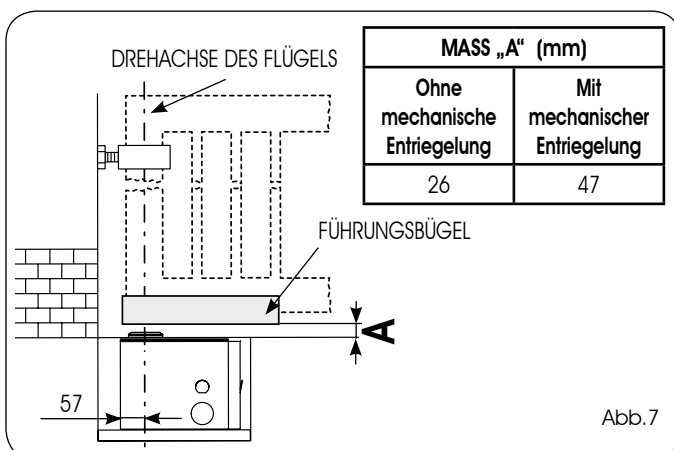

Abb.7
- 2) Länge der einzelnen Flügel höchstens 2 m (CBAC) bzw. 4 m (SB)
- 5) Mindestabstand „A“ zwischen Unterkante des Tors und Fußboden laut Abb. 7.
**ZUR GEWÄHRLEISTUNG EINER SACHGEMÄSSEN MONTAGE MUSS DIE DREHACHSE DES FLÜGELS PERFEKT ZUM ANTRIEB GEFLUCHTET SEIN (Abb. 7)**
2) Das Tragegehäuse flach auflegen und dabei die Angaben in Abbildung 7 beachten. Die Mitte der Öffnung auf dem Gehäuse muss perfekt zur Drehachse des Flügels gefluchtet sein.